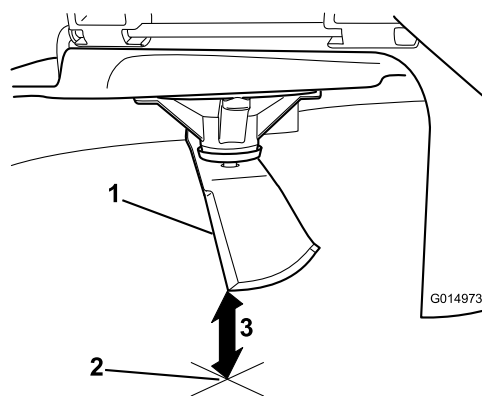

Figura 60
3. Meça da ponta da lâmina até à superfície plana (Figura 60).